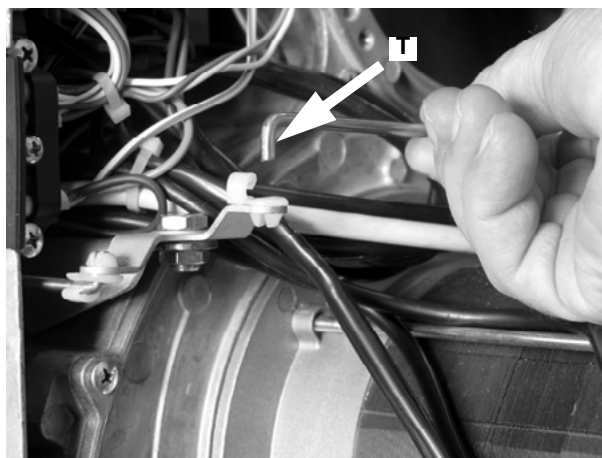

Рис. 19b
- Вынуть анкерный болт Т с его грезда, как это указано на in Рис. 19b.
- Вставить на место анкерный болт Т (Рис. 19b).